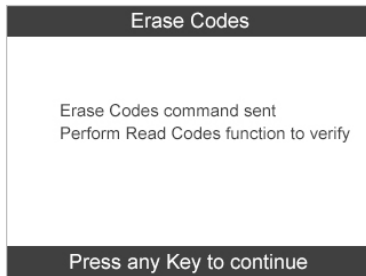

Figure 4.29
- 3) Si la commande d'effacement est envoyée avec succès, l'écran s'affiche comme ici (Figure 4.29). Appuyer sur un bouton quelconque pour poursuivre. Pour vérifier si les codes sont bien effacés, **Lire les codes** à nouveau.